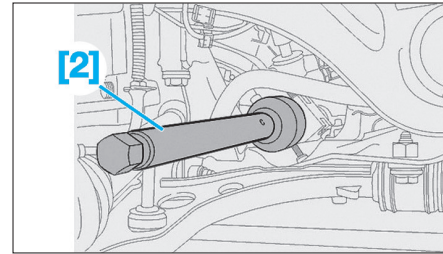

Fig. 14
- Déposer la biellette de direction, à l'aide de l'outil [2] (Fig.14).